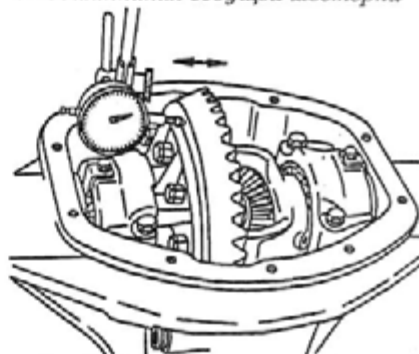

Рис. 230. Замер осевого люфта в подшипниках дифференциала
- установить индикатор, как показано на рис. 230